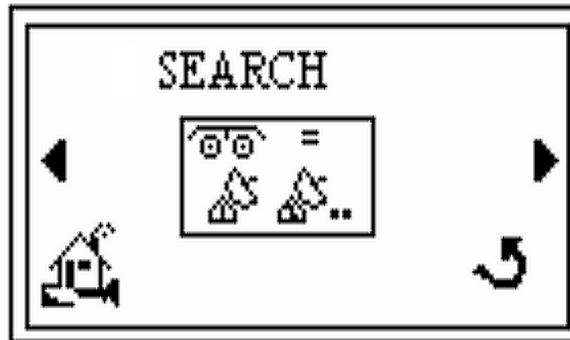

Figura 2-30 Schermata Search (Ricerca)
5. Premere ► per visualizzare la schermata *Search* (Ricerca) (Figura 2-30).